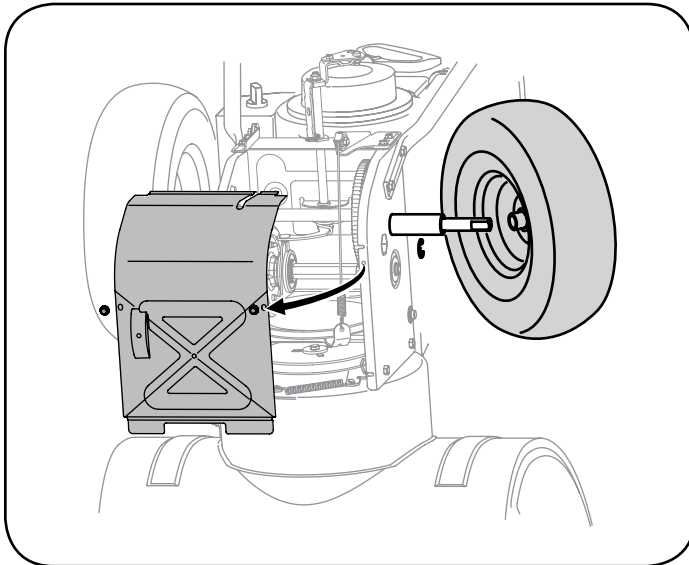

Figura 61
5. Retire la rueda derecha quitando el tornillo y la arandela de campana que la aseguran al eje. Vea la Figura 61.